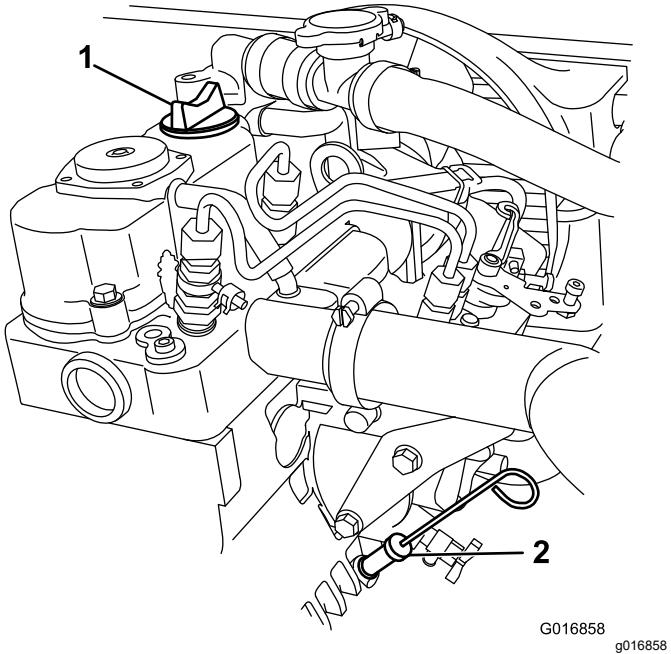

Рисунок 31
5. Очистите поверхность вокруг масломерного щупа ветошью (Рисунок 31), чтобы загрязнения не могли попасть в трубку масломерного щупа или маслозаливную горловину и привести к повреждению двигателя.
7. Вставьте масломерный щуп в трубку щупа и убедитесь в том, что он установлен до упора (Рисунок 31).
9. Вставьте измерительный щуп до упора (Рисунок 31).